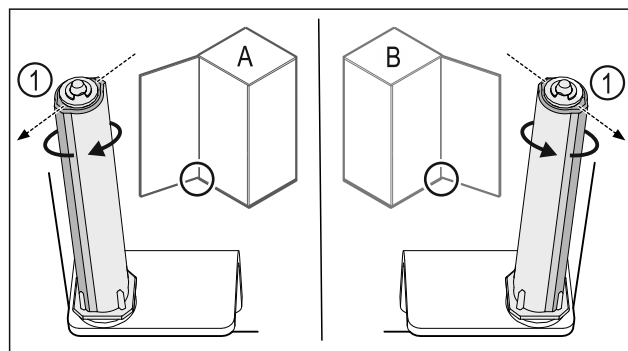

Fig. 43 Venstreanslag (A)/højreanslag (B)
- ▶ Drej lukkesystemet mod modstanden, indtil lukkesystemets forbindelsesdel Fig. 43 (1) peger udad.